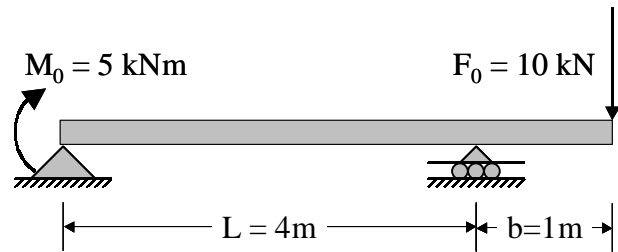

Figure 2
2. For the beam and loading shown in Fig. 2, express the deflection curve and compute the maximum deflection (25 points).
2. Pour la poutre et le chargement indiqués à la Fig. 2, écrivez l'équation de la flèche et calculez la valeur maximale de la flèche (25 points).